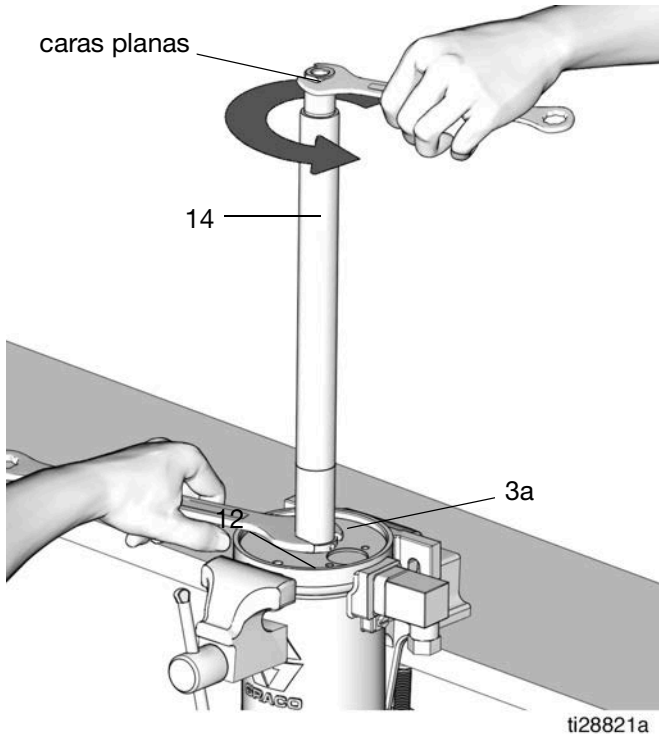

FIG. 15
12. Junta tórica del tubo de salida (13) y junta tórica del cilindro de la bomba (9)
Sujete firmemente en su posición la tuerca (3a) [se encuentra en la base del cilindro de la bomba (12)] con una llave. Fije una segunda llave sobre las partes planas del tubo de salida (14). Gire el tubo de salida en sentido contrario a las agujas del reloj para aflojarlo y sacarlo del cilindro de la bomba (12) (FIG. 15).